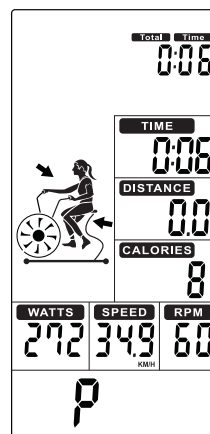
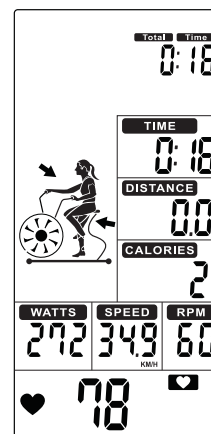

FIGURA 17
FIGURA 18
- No modo de espera, pressione START (TECLA 8) para iniciar o treino rapidamente, um alerta sonoro soará por 1 segundo. TEMPO TOTAL / TEMPO / DISTÂNCIA / CALORIAS / WATTS / VELOCIDADE / RPM começa a contar (Figura 17).
- Sempre que houver sinal de pulso, piscará e o símbolo ♥ e exibirá o valor de pulso (Figura 18). Sem sinal de pulso, ele exibirá "P" (Figura 17).